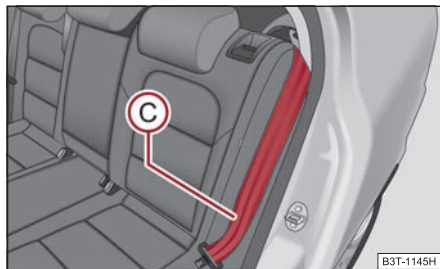

Fig. 85 Verrouiller le dossier
- Mettez la ceinture de sécurité latérale AR (C) derrière le bord de l'habillage latéral ⇒ fig. 85.